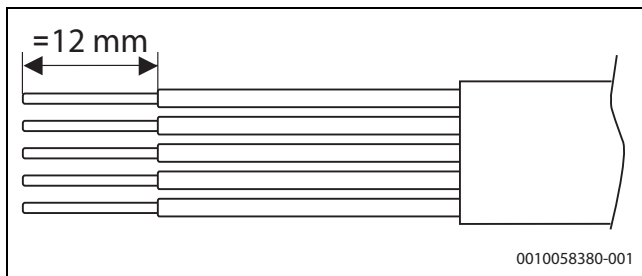

Bild 34 Abisolieren der Adern für den Netzanschluss
- Die angegebene Abisolierlänge beachten (→ Abbildung 34)